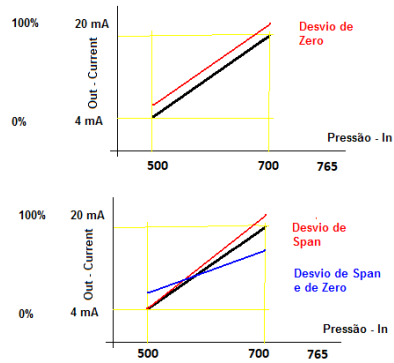

Figura 5 – Desvio de Zero e Desvio de Span.
**Desvio de Zero (Zero Shift):** este é um erro constante em todas as medições. Pode ser positivo ou negativo. Pode acontecer por várias razões, como por exemplo mudanças de temperaturas, choque mecânico, diferenças de potenciais, aterramento inadequado, etc. Vide figura 5.
**Desvio de Span (Span Shift):** uma mudança na derivada da relação entrada/saída é referida como desvio de span. Um erro de span pode ou não ser acompanhado por um erro de offset. Tipicamente, erros de calibração envolvem somente erros de span e são menos comuns que erros que envolvem erros no span e no zero ao mesmo tempo. Na grande maioria dos casos os erros em transmissores são desvios de zero. Vide figura 5.